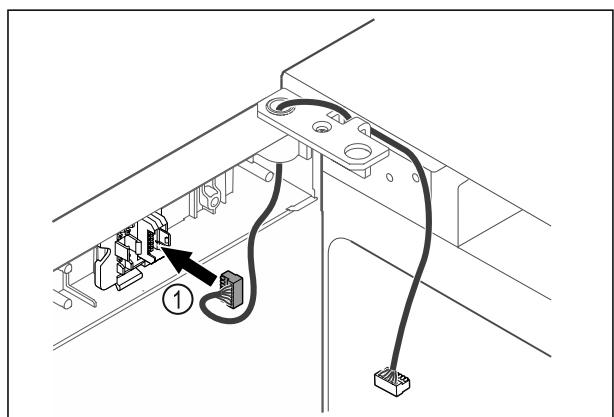

Fig. 48
- Вставити штекер Fig. 48 (1) в кріплення штекера.